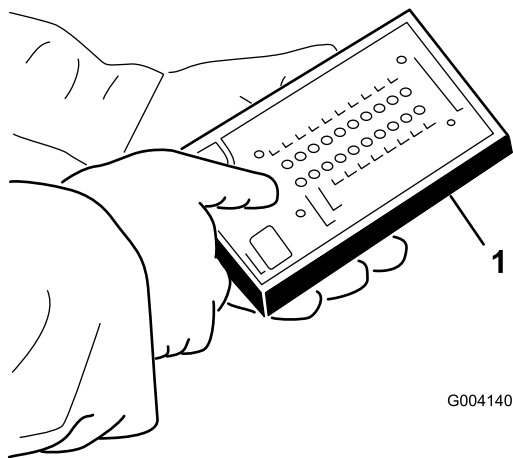

**Рисунок 37**
3. Найдите жгут проводов и шлейфовый разъем (Рисунок 37).